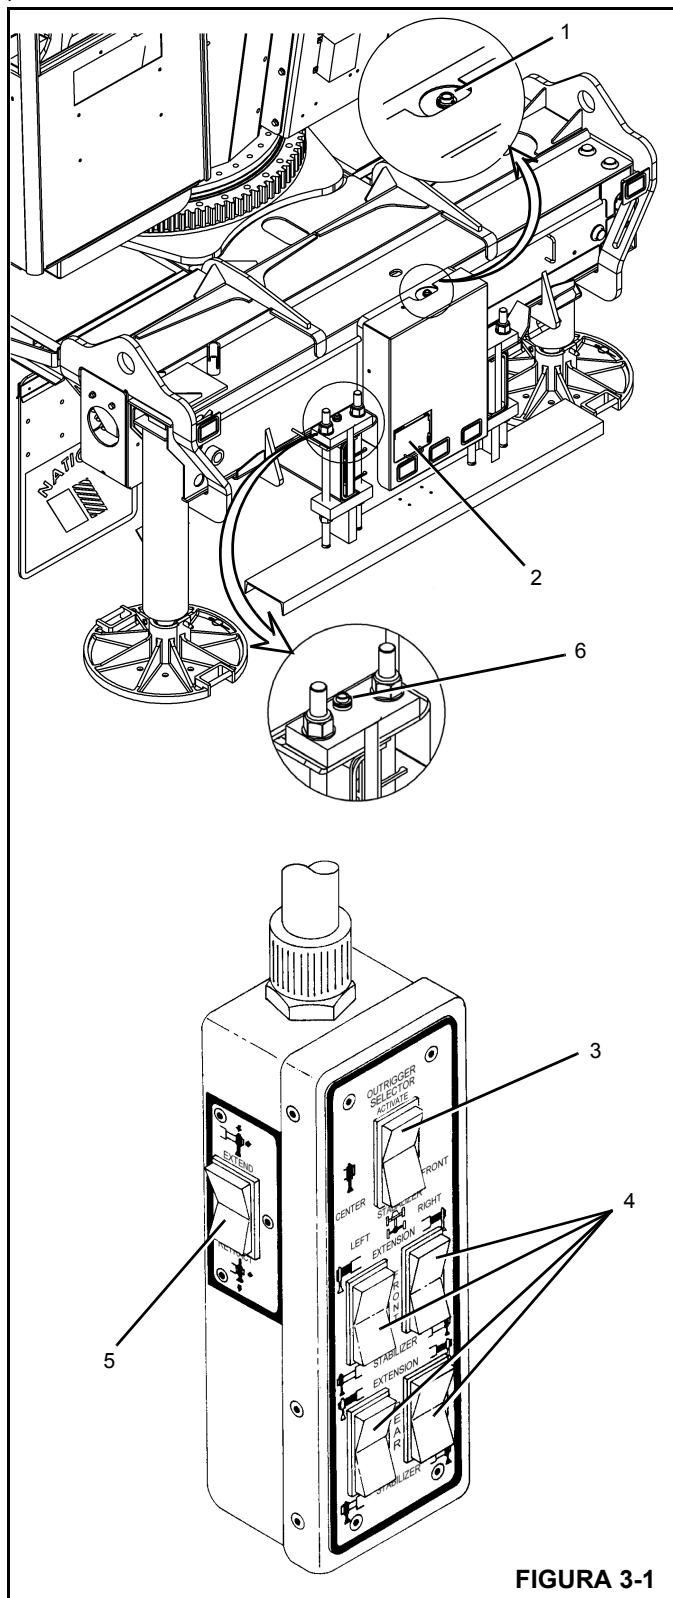

FIGURA 3-1
A caixa de controle de mão dos estabilizadores (Figura 3-1) localiza-se no compartimento de armazenagem na traseira do guindaste. Os controles são operados eletricamente e incluem quatro chaves seletoras dos estabilizadores, uma chave de extensão/retração e uma chave opcional do estabilizador frontal. Um acelerador remoto do motor está localizado sob a porta da cabine do guindaste para controlar a velocidade do motor ao operar os estabilizadores.
O indicador de nível primário localiza-se na traseira do guindaste, na parte superior da caixa do estabilizador traseiro (1) (Figura 3-1). O indicador de nível secundário localiza-se na traseira do caminhão, abaixo na estrutura da caixa T (6) (Figura 3-1).
A caixa de controle de mão dos estabilizadores fica guardada em um compartimento de armazenagem na traseira do guindaste (Figura 3-1) e é usada para controlar os estabilizadores.